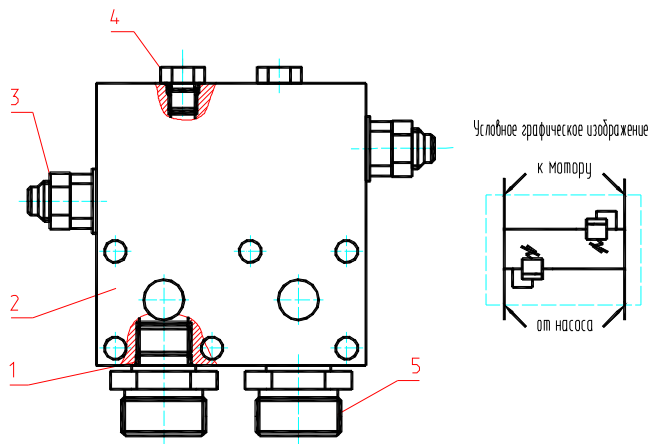

Рис. 41 Блок переливных клапанов
7. БЛОК ПЕРЕЛИВНЫХ КЛАПАНОВ (рис. 41)